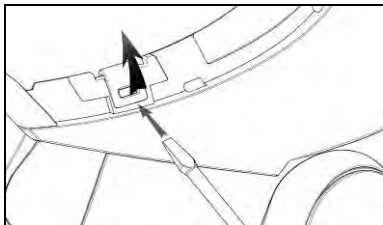

Fig. 28
- Lossa höger klämma från hättan, genom att trycka uppåt med en skruvmejsel med platt blad (eller liknande föremål) så som visas i Fig. 28.